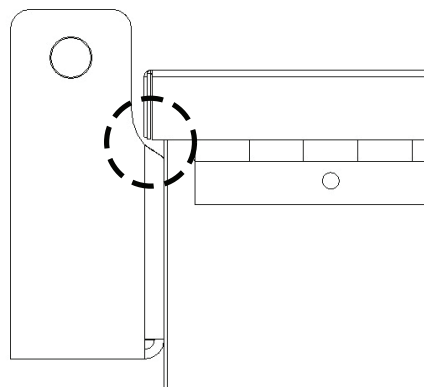

Рис. 2 (показан рояльный ящик)
2. В некоторых вариантах применения, когда крышка закрывает ящик, перед высверливанием отверстий следует проверить расположение кронштейна, чтобы он не мешал закрыванию крышки. (См. рис. 2)